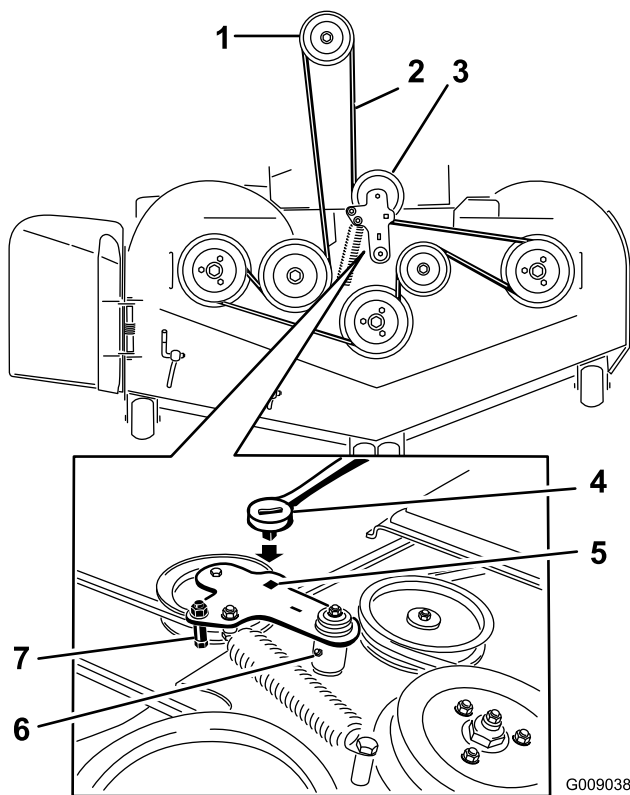
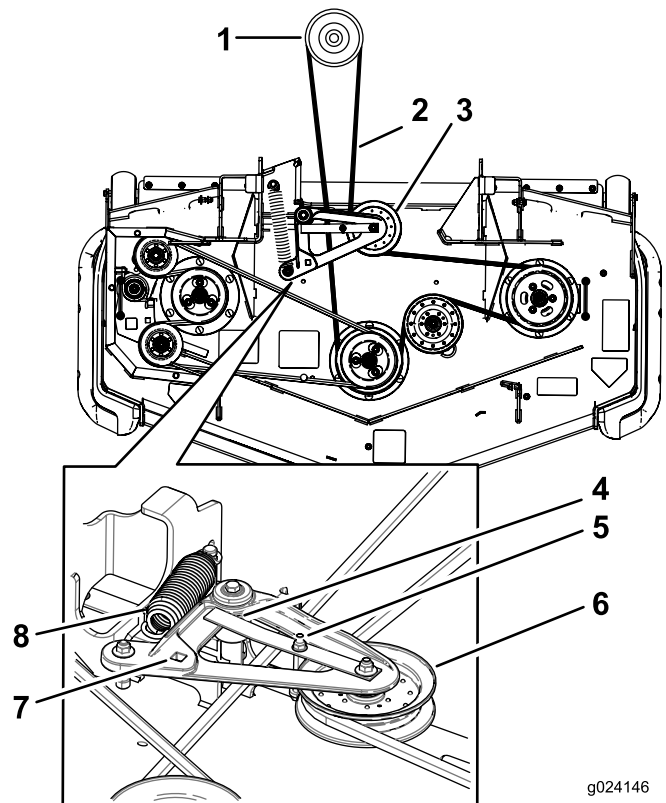

Figura 118
Figura 119
5. Levante la chapa de suelo e introduzca una llave dinamométrica en el taladro cuadrado de la polea tensora de la carcasa (Figura 118 o Figura 119).
6. Gire la polea tensora de la carcasa en sentido horario, levante la pestaña de la guía de la correa (máquinas de descarga trasera solamente) y retire la correa del cortacésped (Figura 118 o Figura 119).